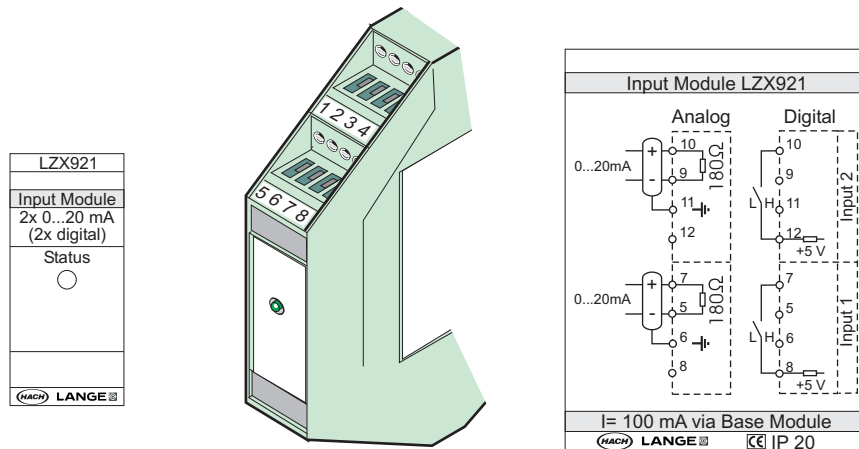

Рисунок 79 Внешний модуль ввода
3. Выполните соответствующие соединения, как показано на Рисунок 79 и Таблица 52.